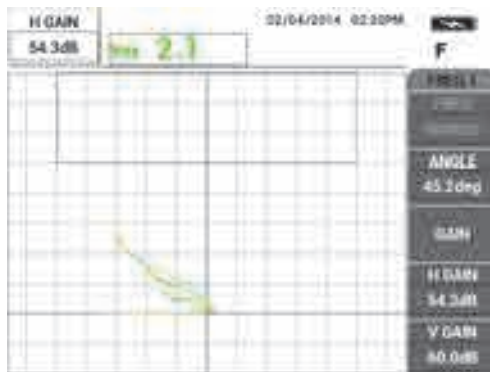

Рис. 5-5 Настройка горизонтального усиления
7. Дважды нажмите клавишу GAIN (**dB**) для отображения **Г УСИЛ** в верхнем левом углу экрана; с помощью ручки уменьшите горизонтальное усиление, так чтобы сигнал от большой риски находился на расстоянии 3-х делений от перекрестия (см. Рис. 5-5 на стр. 130).